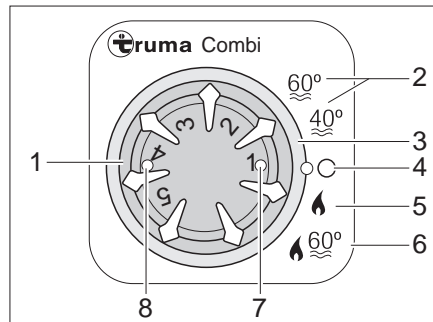

Fig. 189 Unité de commande pour chauffage/chauffe-eau
- Régler le mode de fonctionnement avec l'interrupteur rotatif (Fig. 189,3).
Régime hiver Le chauffage règle le degré d'allumage automatiquement en fonction du niveau de chauffage réglé. En mode de fonctionnement "Chauffage et chauffe-eau" (Fig. 189,6), l'eau du chauffe-eau est également chauffée. Le chauffage peut être exploité avec un chauffe-eau vide dans le mode de fonctionnement "Chauffage sans chauffe-eau" (Fig. 189,5).
- Régler le bouton tournant de température (Fig. 189,1) de l'unité de commande sur le niveau de chauffage désiré.
- Régler l'interrupteur rotatif (Fig. 189,3) sur régime hiver "Chauffage sans chauffe-eau" (Fig. 189,5) ou sur régime hiver "Chauffage et chauffe-eau" (Fig. 189,6).
Le voyant de contrôle vert (Fig. 189,7) s'allume.
- Régler l'interrupteur tournant (Fig. 189,3) sur "O" (Fig. 189,4).